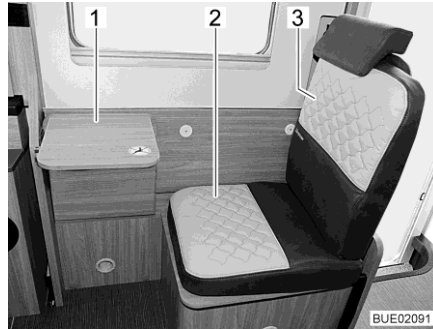
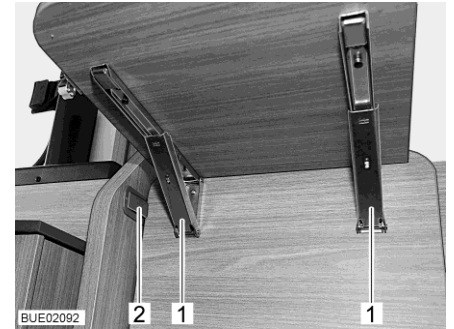

Fig. 30 Asiento adicional con mesa plegable
Fig. 31 Pestañas en la mesa plegable
- Instalar el cojín del asiento incluido (Fig. 30,2) y el cojín del respaldo (Fig. 30,3).
- Girar la parte delantera del banco longitudinal hacia arriba hasta que encaje en la pestaña de plástico (Fig. 31,2).
- Plegar el tablero de la mesa hacia abajo: Desbloquear ambas pestañas (Fig. 31,1) y girar el tablero de la mesa (Fig. 30,1) hacia abajo.